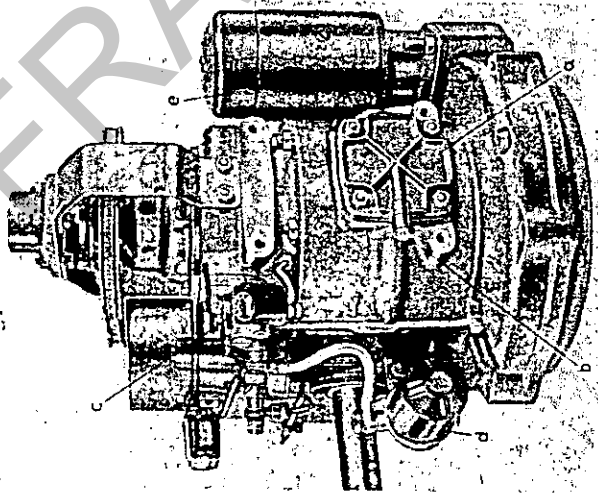

Bild 9
**Kurbelgehäuse und Zylinder** bestehen aus Grauguß. Der verrippte Zylinder ist mit einer Lüftungshäube umkleidet, welche die vom Gebläse geförderte Kühltluft hin-ter dem Auspuffutzen austreten läßt. Unter dem Zylinder bildet das Kurbelgehäuse einen Tunnel, in den die Kurbelwelle von der Seite eingeschoben werden kann. An der tiefsten Stelle des Gehäuses sitzt entweder der Ölfangbehälter g (Bild 15) oder ein Verschlußdeckel a (Bild 9). Beide Bauteile sind demontierbar und gestalten den Zugang zum Pleuellager ohne Demontage des Motors. Sowohl am Verschluß-deckel als auch am Ölfangbehälter sitzt die Anschlußschraube für die Ölrückfüh-leitung, durch welche das im Kurbelgehäuse sich ansammelnde Überschußöl in den Öltank zurückgeführt wird.
Bei der sogenannten **pneumatischen Ölrückföhranlage** führt unmittelbar an die tiefsten Stellen des Kurbelgehäuses (Verschlußdeckel) a (Bild 9) eine Leitung zu einem besonderen Entlüftungstank, der über dem Öltank angeordnet ist. Die Steuerung geschieht hier vom pulsierenden Kurbelgehäusedruck.